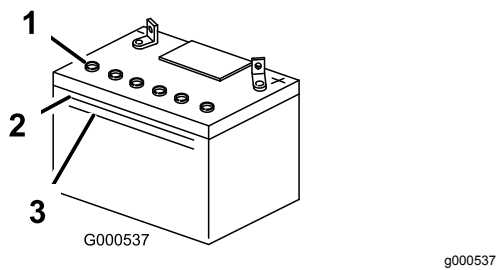

Figura 39
3. Mire hacia el lateral de la batería. El electrolito debe llegar a la línea superior (Figura 39). No
permita que el electrolito esté por debajo de la línea inferior (Figura 39).
- 5. Retire los tapones de ventilación de la batería (Figura 39).
- 6. Vierta lentamente agua destilada en cada célula de la batería hasta que el nivel de electrolito llegue a la línea superior (Figura 39) de la caja de la batería.
- 7. Espere de cinco a diez minutos después de llenar las células de la batería. Añada agua destilada, si es necesario, hasta que el nivel de electrolito llegue a la línea superior (Figura 39) de la caja de la batería.